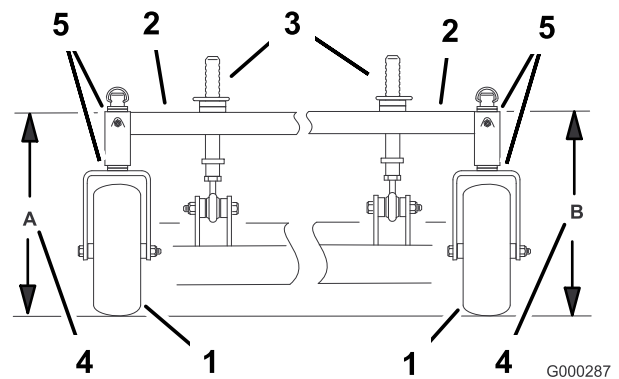

Figura 72
4. Mida la altura del bastidor de tiro en la posición A (Figura 72).
5. Mida la altura del bastidor de tiro en la posición B (Figura 72).